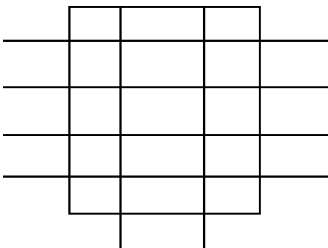

图 15-17 拉长直线
(4) 单击“默认”选项卡“修改”面板中的“拉长”按钮, 将偏移得到的 4 条水平直线分别向左和向右各拉长 46; 重复“拉长”命令, 将偏移得到的两条竖直直线向下拉长 13, 结果如图 15-17 所示。